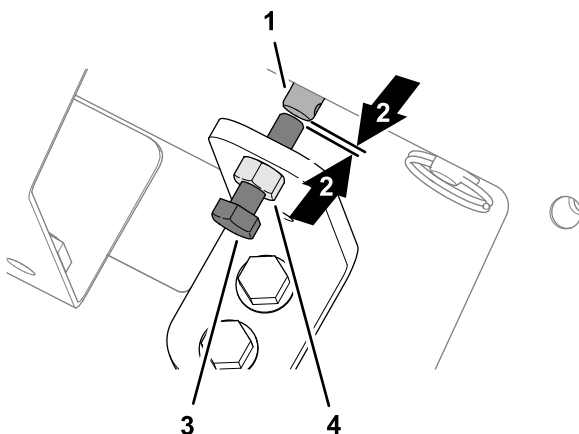

Figura 33
1. Allentate il controdado in corrispondenza della staffa del sistema di esclusione (Figura 33).
2. Ruotate la vite a testa esagonale del sistema di esclusione della valvola in senso orario sinché non vedrete una piccola apertura tra l'estremità della vite e l'estremità dello stelo del solenoide della velocità del piano (Figura 33).
3. Serrate il controdado (Figura 33).